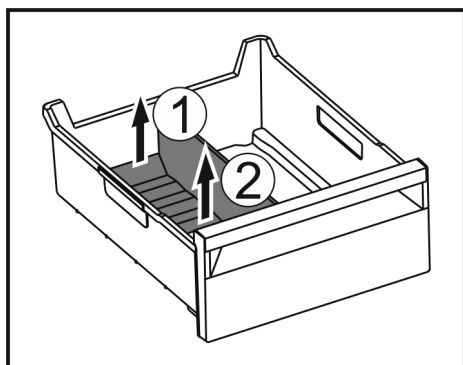

Fig. 61
- Sollevare la parte posteriore del divisore dello scomparto del ghiaccio. Fig. 61 (1)
- Rimuovere il divisore dello scomparto del ghiaccio verso l'alto. Fig. 61 (2)